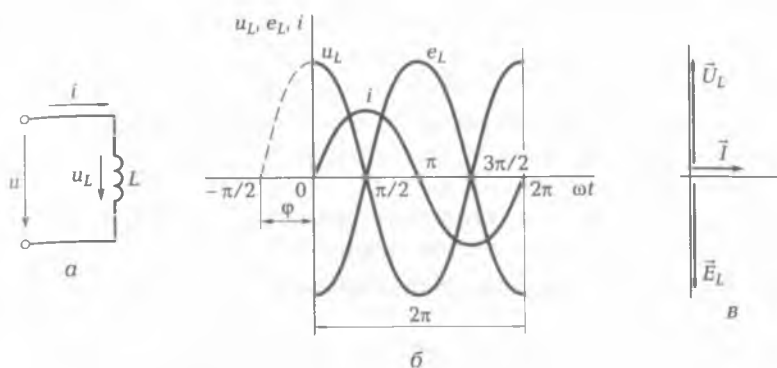

Рис. 4.6. Цепь переменного тока с индуктивной катушкой:
Прохождение электрического тока по индуктивной катушке сопровождается появлением магнитного поля. Рассмотрим электрическую цепь переменного тока (рис. 4.6, а), в которую включена индуктивная катушка, имеющая небольшое число витков проволоки сравнительно большого сечения, активное сопротивление которой можно считать практически равным нулю.
На графике (рис. 4.6, б) переменный ток  $i$  показан в виде синусоиды. В первую четверть периода сила тока  $i$  возрастает от нулевого до максимального значения. Электродвижущая сила самоиндукции  $e_L$  согласно правилу Ленца препятствует увеличению тока в цепи. На графике показано, что  $e_L$  в это время имеет отрицательное значение. Во вторую четверть периода сила тока в индуктивной катушке убывает до нуля. В это время ЭДС самоиндукции изменяет свое направление и увеличивается, препятствуя убыванию силы тока.
Из графика (см. рис. 4.6, б) видно, что ток в цепи и ЭДС самоиндукции не совпадают по фазе. Ток опережает ЭДС самоиндукции по фазе на четверть периода, или на угол  $\varphi = 90^\circ$ , и в каждый момент времени ЭДС самоиндукции направлена навстречу напряжению генератора  $u$ . В связи с этим напряжение на индуктивной катушке  $u_L$  и ЭДС самоиндукции  $e_L$  также сдвинуты по фазе относительно друга на  $180^\circ$ .
- Напряжение опережает по фазе ток на  $90^\circ$  (см. рис. 4.6, б).
Векторная диаграмма тока и напряжения для цепи переменного тока с индуктивным сопротивлением изображена на рис. 4.6, в.
2. Напишите выражение для тока  $i$  в электрической цепи (см. рис. 4.6, а), если  $u = 10 \sin \omega t$ ;  $X_L = 5$  Ом.